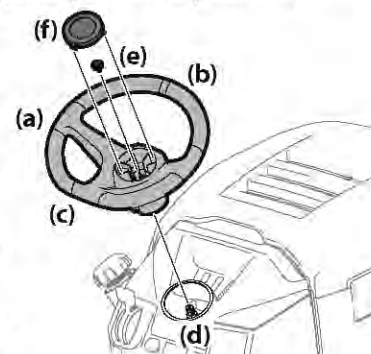

Figure 14
1. Placez les roues de l'appareil de sorte qu'elles pointent vers l'avant, puis placez le volant de direction (a) sur l'arbre de direction (d) en vous assurant que la ligne au milieu (b) du volant (a) pointe vers l'avant et que la partie plate du volant (c) soit face vers le siège. Voir Figure 14.